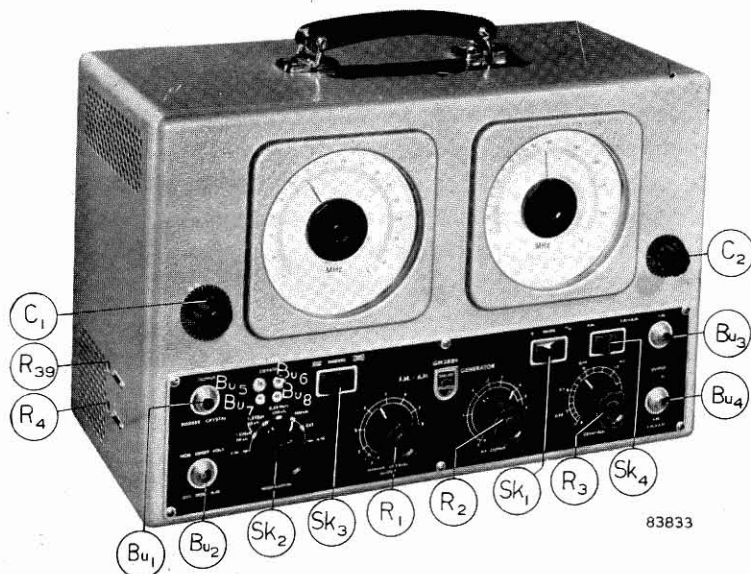

Abb. 8
Das Gerät wird dadurch eingeschaltet, daß man den Netzschalter Sk₁ (siehe Abb. 8) in die rechte Stellung bringt. Nach etwa einer Minute haben die Röhren ihre Betriebstemperatur erreicht und das Gerät kann in Gebrauch genommen werden.
Mit Potentiometer R₄ (siehe Abb. 8) läßt sich die Phasenlage der Ausgangsspannung an Bu₂ ändern. Dies ist erforderlich, wenn die beiden vom Elektronenstrahl auf dem Schirm geschriebenen Kurven (fester Oszillator während des Rücklaufs nicht blockiert) zusammenfallen sollen, falls sie gegeneinander verschoben sind. R₄ ist durch die runde Öffnung, bezeichnet mit „PHASE“, in der linken Seitenwand des Gerätes zugänglich.
- Sk₂ (siehe Abb. 8) in Stellung „FM 50 Hz 15 MHz“ und Sk₄ in Stellung „FM“ bringen.